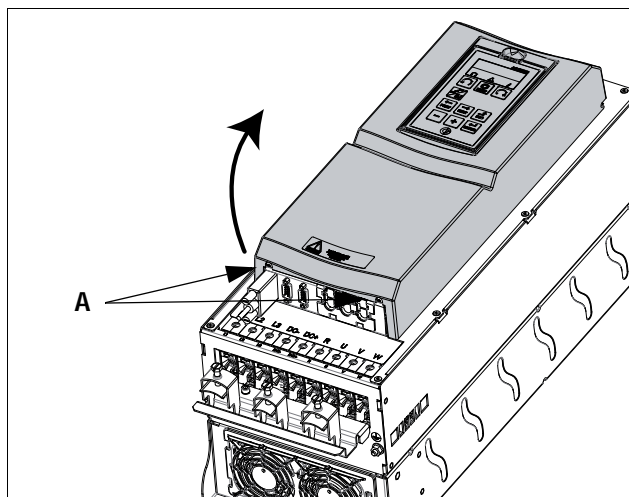

Fig. 35 Retirer le panneau avant sur les châssis de tailles C2-F2 et FA2 (schéma de principe).
- Desserrer de deux tours les deux vis A (voir fig. 35) situées au bas du panneau (il n'est pas nécessaire de les ôter).